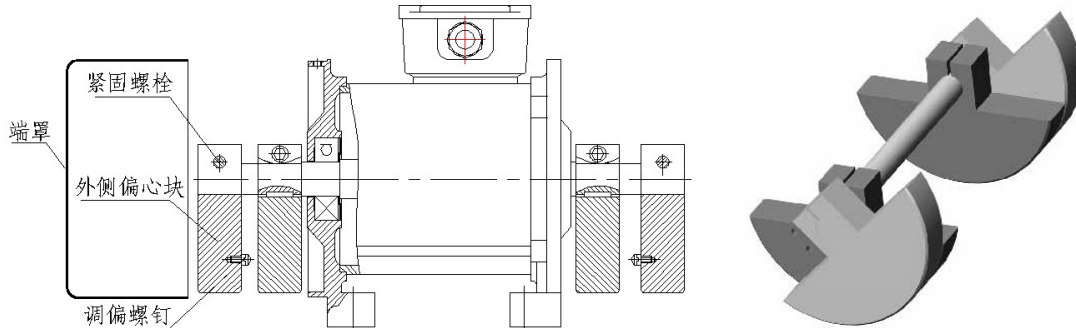

图 3
1. YZU 和 YZUC 系列（如图 3）
注意：YZU、YZUC 系列振动电机两端偏心块必须调整到相同的位置（调整幅度、方向一致，如图 3 所示成镜像），否则将导致振动电机和设备的损坏，并导致质保条件失效。YZUL 系列振动电机偏心块的调整根据客户需求进行。